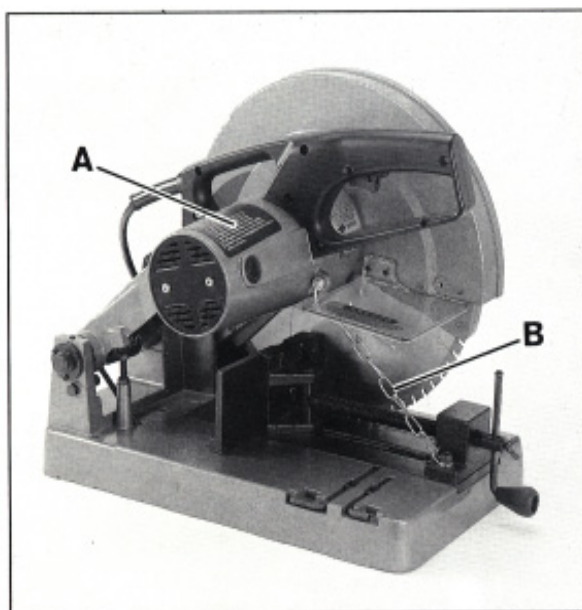

Abb.3
1. La tête de coupe (A), Fig.3, est bloquée à l'aide d'une chaîne (B) en position basse à des fins de transport. Pour déplacer la tête de coupe (A) vers le haut, décrocher tout simplement la chaîne (B) du carter moteur.